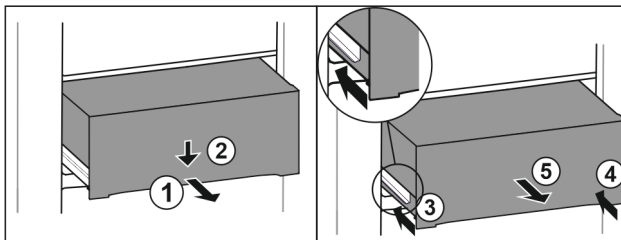

Fig. 136
- Schubfach halb herausziehen. Fig. 136 (1)
- Schubfach an der Vorderseite nach unten drücken. Fig. 136 (2)
- Linke Schiene etwa 2 cm einschieben. Fig. 136 (3)
- Rechte Schiene etwa 2 cm einschieben. Fig. 136 (4)
- Schubfach nach vorne entnehmen. Fig. 136 (5)